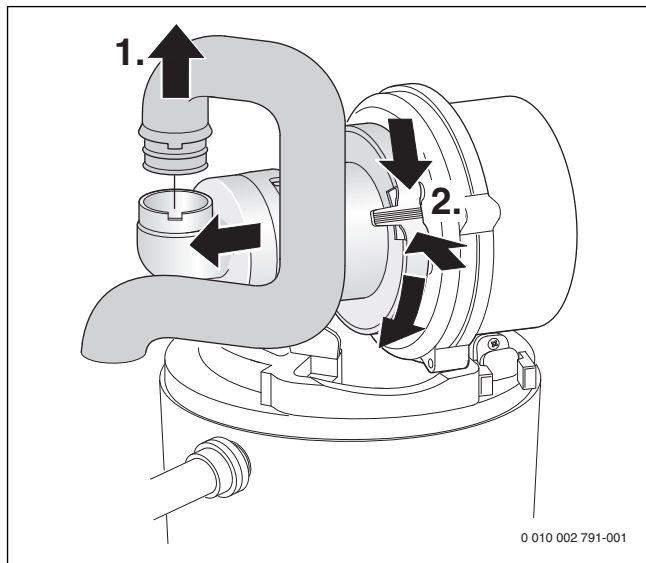

Fig. 58 Demontarea țevii de gaz și a sistemului de amestecare
- ▶ Demontarea dispozitivului de amestecare (→ Fig. 58).